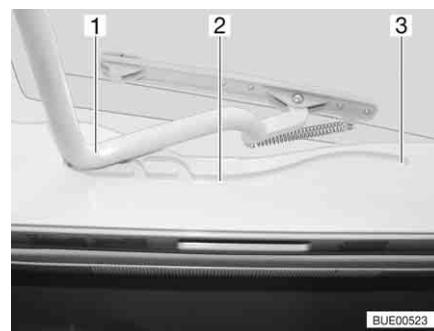

Fig. 28 Guida (oblò inclinabile)
- Tirare la staffa (Fig. 28,1) nelle guide (Fig. 28,2) fino alla posizione più all'indietro (Fig. 28,3).
- Spingere la staffa (Fig. 28,1) leggermente verso l'alto con ambedue le mani.
- Tirare la staffa nelle guide (Fig. 28,2) fino alla posizione desiderata.